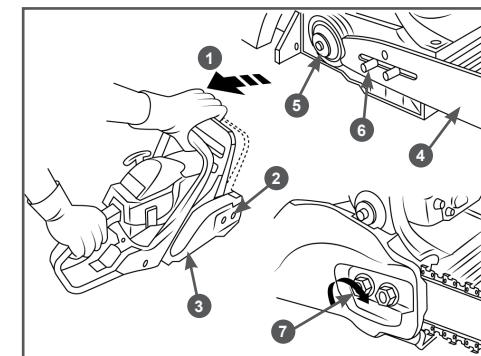

Рис. 2 Установка шины
1. Перед установкой шины и цепи убедитесь в том, что тормоз цепи находится в расторможенном положении. Для этого ручку тормоза 1 (Рис. 2) потяните на себя до щелчка.
2. Открутите гайки 2 и снимите крышку шины 3 (Рис. 2).
3. Установите шину 4 пазом на шпильки крепления шины 6 и передвиньте ее в сторону муфты сцепления 5 для облегчения установки цепи (Рис. 2).
- Вращая шестерню натяжителя цепи 7 (Рис. 2) против часовой стрелки, установите палец натяжителя в крайнее левое положение. Установите на место крышку шины 3 (Рис. 2).
- Отрегулируйте натяжение цепи (см. раздел «Регулировка натяжения цепи» вращая шестернию натяжителя цепи 7 (Рис. 2) по часовой стрелке).